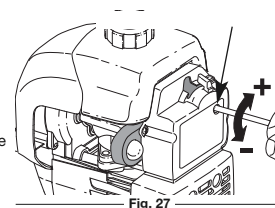

Fig. 27
La velocidad lenta del motor puede ser ajustada por la cubierta del silenciador / filtro de aire (Fig. 27).
2. Suelte el gatillo del regulador y deje que el motor funcione en marcha lenta. Si el motor se para, inserte un pequeño destornillador Phillips en el orificio de la cubierta del silenciador / filtro de aire (Fig. 27). Gire el tornillo de marcha lenta en *sentido horario*, de a 1/8 de vuelta por vez (según sea necesario) hasta que el motor funcione en mínima.